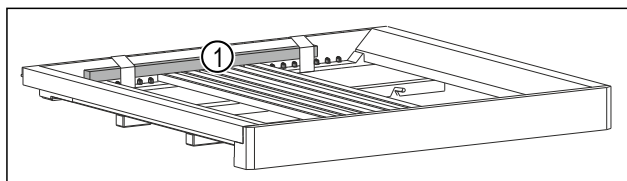

Fig. 6 *
- Holzstab Fig. 6 (1) entfernen.*